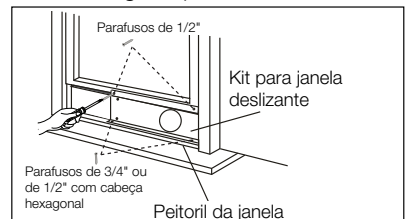

Fig. 15
3. Feche a janela e ajuste-a com firmeza ao kit para janela deslizante. (Fig. 15)
4. Utilize dois parafusos de 1/2" para fixar o kit para janela deslizante à janela. (Fig. 15)
5. Fixe o kit para janela deslizante no peitoril da janela (Fig. 15).